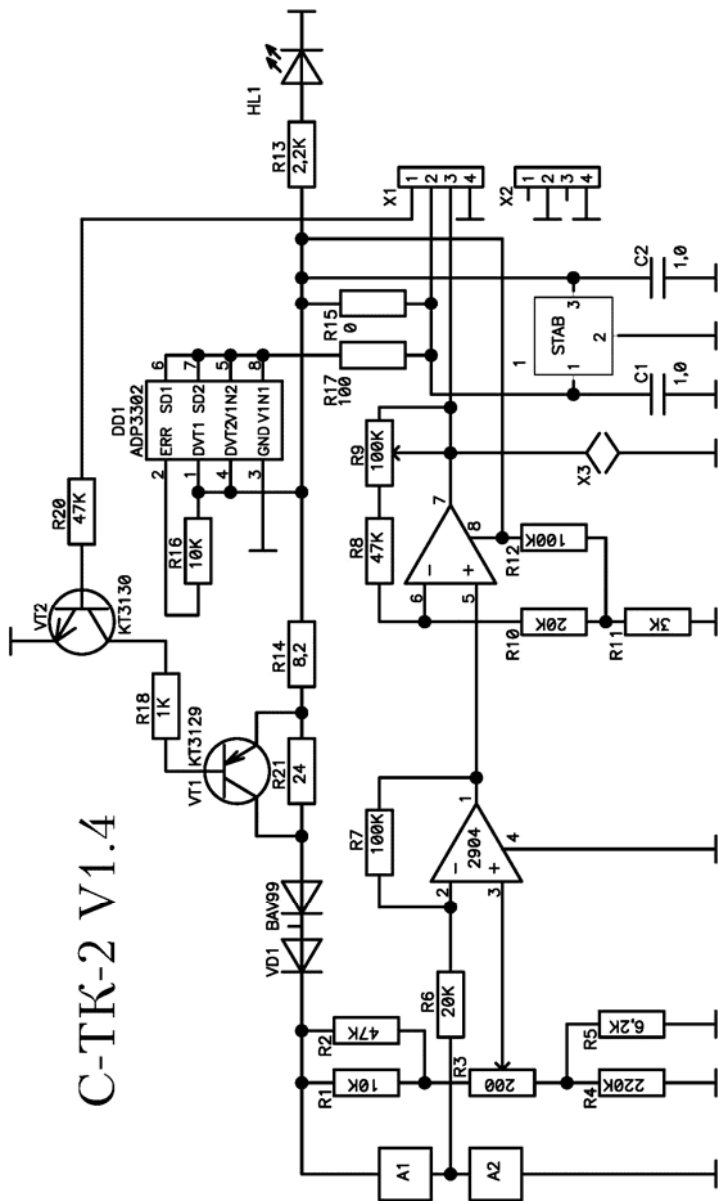

рис.5
- Плата для термокаталитического сенсора (маркировка «С-ТК-2») – используется в ГС «Бином», «Бриз», «Верба», «Марш», «Пион». Принципиальная схема показана на рис.5, расположение элементов – на рис.5а.
рис.5а